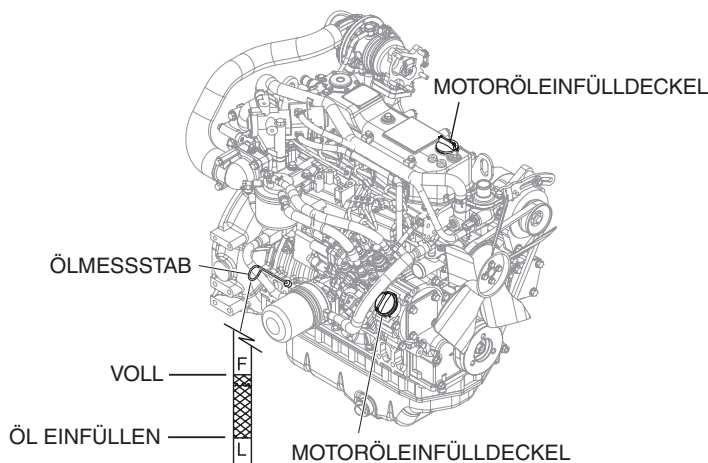

Figure 7. Motoröl prüfen und nachfüllen
2. Ziehen Sie den Motorölmesstab aus seiner Halterung (Figure 7).